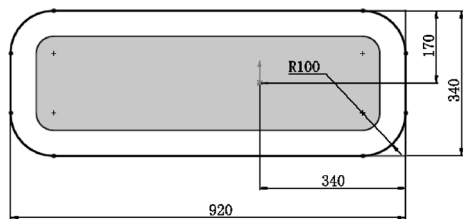

图 9-39 绘制圆角
**②** 绘制圆角。选择菜单栏中的“工具”→“草图绘制实体”→“圆角”命令，或单击“草图”控制面板中的“圆角”按钮，在弹出的“绘制圆角”属性管理器中“圆角半径”栏中输入 100.00mm。单击装配凸缘草图中矩形的 4 个顶角边，创建草图圆角特征，如图 9-39 所示。